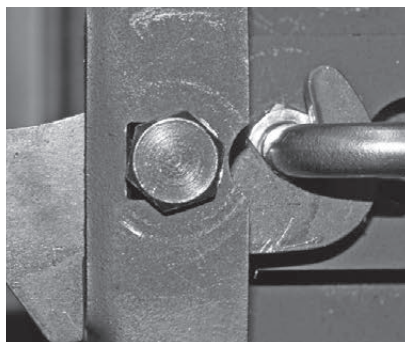
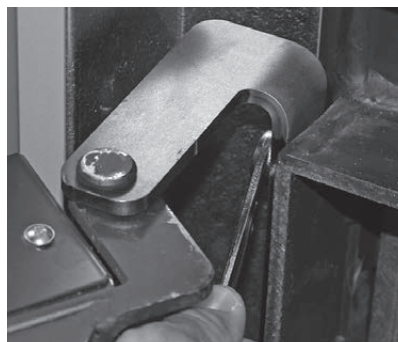

Fig. 21 La languette de fermeture doit s'enclencher complètement dans l'étrier de fermeture
Fig. 22 Régler la porte en déplaçant le support de porte
- ▶ Les portes doivent être ajustées de sorte que leur cordon d'étanchéité soit suffisamment tendu pour les rendre intégralement hermétiques, et être centré par rapport au cadre de la chaudière. L'ajustage s'effectue en déplaçant le support de porte ou via le palier de fermeture de l'autre côté – Fig. 21, Fig. 22.